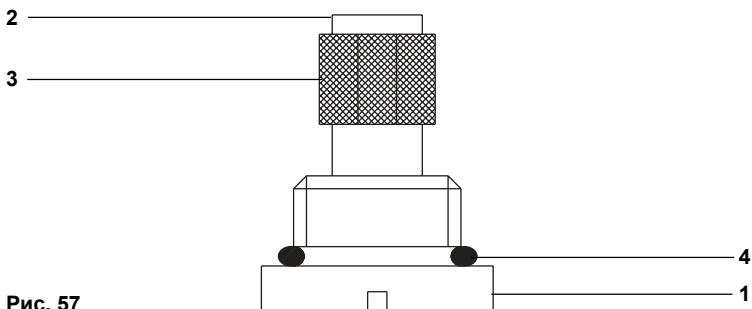

Рис. 57
- Вставьте 'O'-образное кольцо (4) и фильтр (3) в пробку (1) (см. Рис. 57).
- Затяните винт (2).